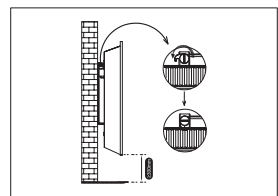

Рис. 7
- Аккуратно вставьте нижнюю часть корпуса конвектора в кронштейн, на корпус конвектора для его фиксации, убедитесь, что конвектор надёжно закреплён на стене (рис. 7).